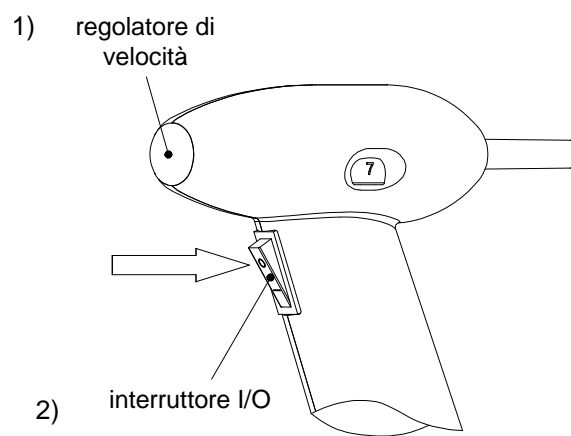

Figure 6 / Abbildung 6 / Figura 6 / Afbeelding 6
- S'assurer que le bouton de sécurité/arrêt est en position arrêt (O). Si ce n'est pas le cas, veuillez le mettre dans cette position là.
- Mettre le bouton en position de sécurité (I).
- Appuyer pendant une seconde sur le bouton de commande. L'appareil démarrera doucement pour prendre de la vitesse progressivement et automatiquement pour arriver à la vitesse sélectionnée en tournant le bouton de variation (Figure 6).
- Pour arrêter momentanément le fonctionnement, pousser sur la position arrêt (O) sans retirer l'appareil du récipient (Figure 8). Pour recommencer le travail, appuyer sur sécurité (I) et, pousser ensuite sur le bouton de commande. L'appareil fonctionnera dans les mêmes conditions que celles de lors de la mise en service initiale (Figure 6).
- Pour terminer l'utilisation définitivement, pousser sur la position arrêt (O), démonter l'accessoire du bloc moteur et retirer la fiche du câble d'alimentation de l'appareil (interrupteur général) de la prise du réseau électrique.